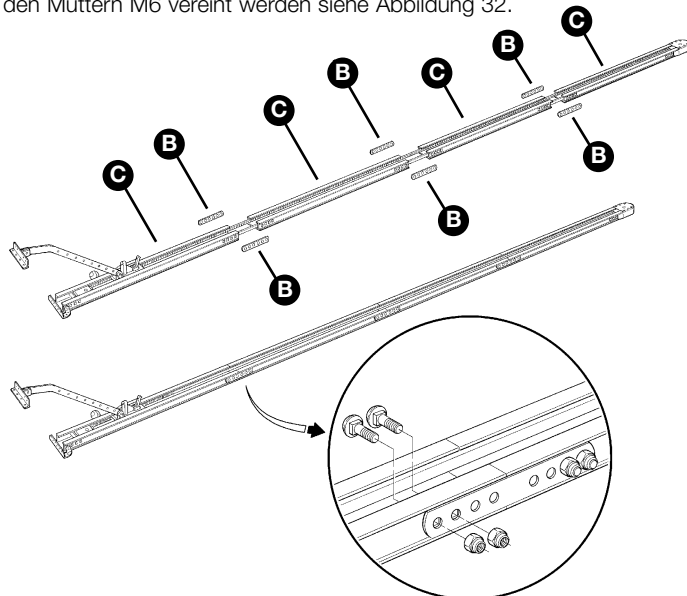

Abbildung 32
- 6 Die Verbindungsbügel **[B]** aus der Zubehörschachtel nehmen und die 4 Teile **[C]** miteinander befestigen, indem die Schrauben M6x14 gut mit den Muttern M6 vereint werden siehe Abbildung 32.